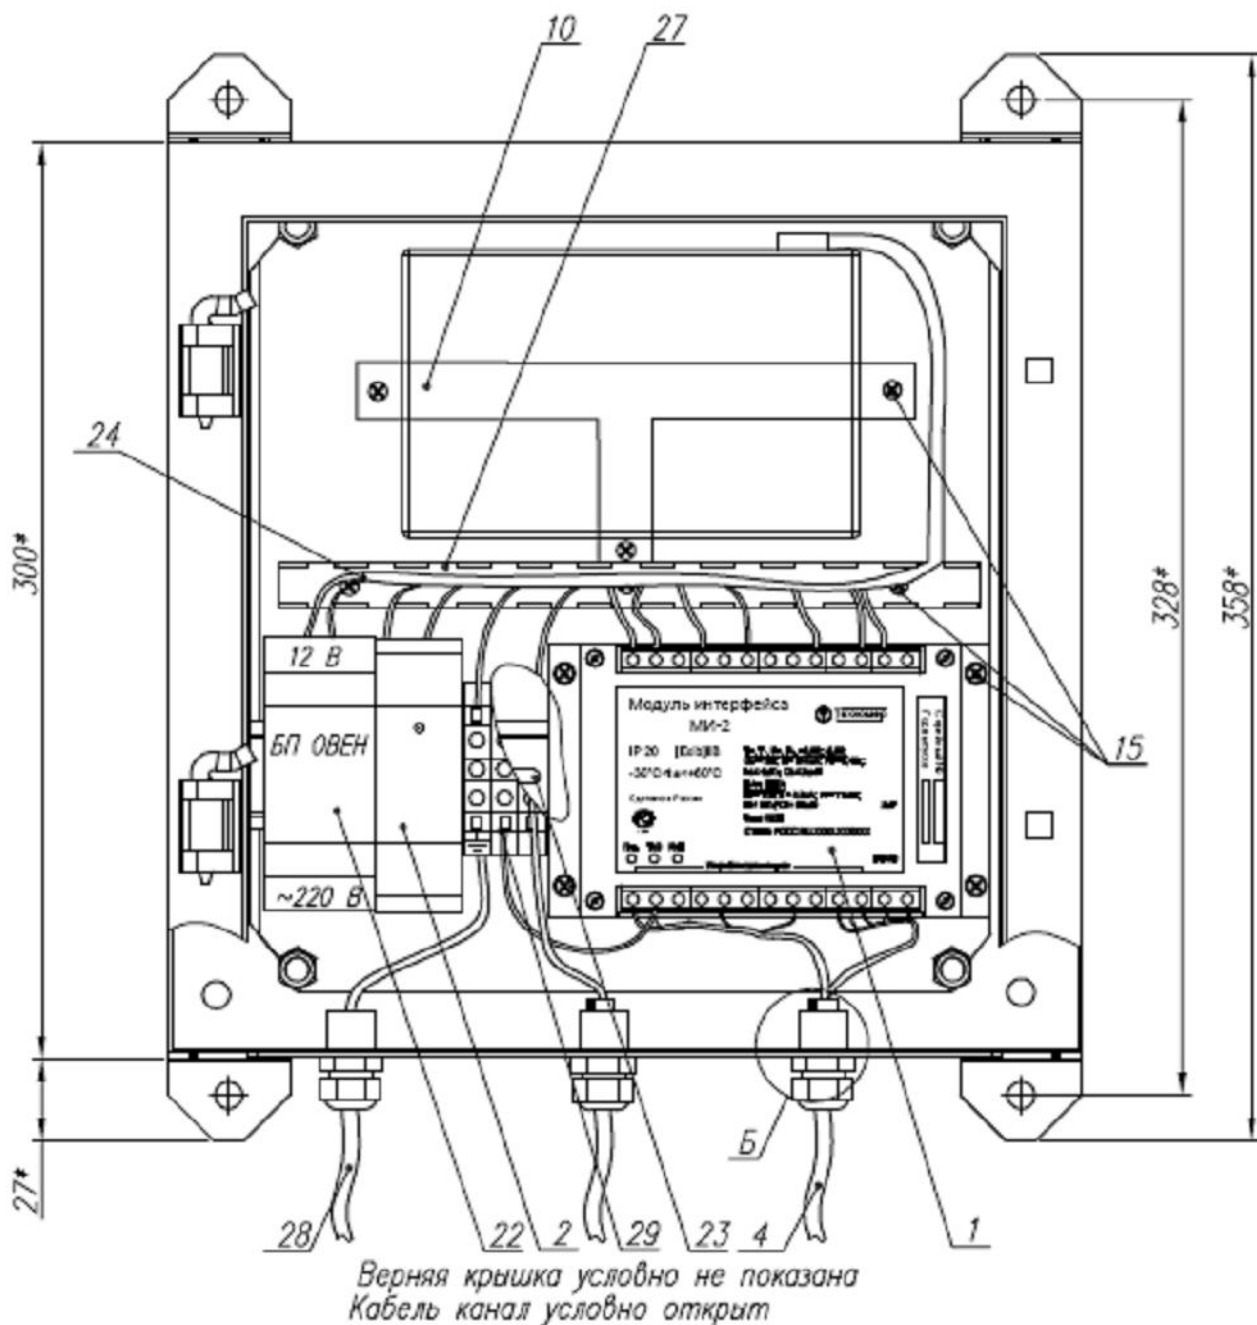

Рисунок 1
- Подключить провод заземления к клемной колодке поз. 29 рис. 1 приложения Г. Сечение заземляющего провода не менее 4 мм².